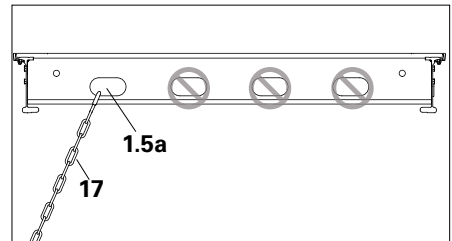

Fig. A10.05b
- Fije la cadena tensora (17) en el primer taladro rasgado (1.5a) provisto en la cruceta exterior C del panel ADP (1) (fig. A10.05b)